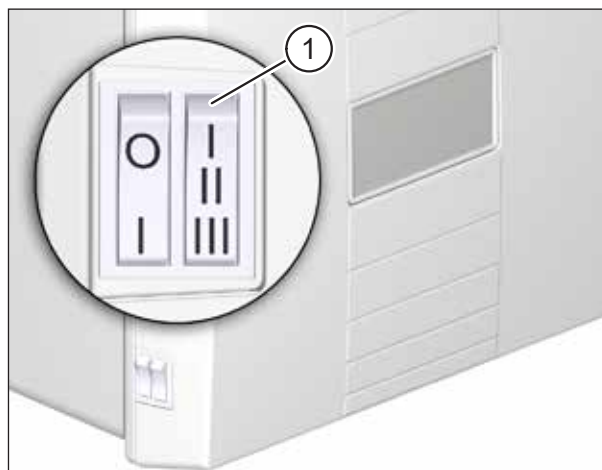

Abb. 18: Filterwechselanzeige zurücksetzen
- ▶ Wählen Sie innerhalb von drei Sekunden am Stufenschalter (Pos. 1 in Abb. 18) nacheinander die Lüftungsstufen **I-II-III-II-I**. Das Lüftungsgerät piept zur Bestätigung.
- ▶ Wählen Sie, während das Gerät piept, erneut innerhalb von drei Sekunden am Stufenschalter (Pos. 1 in Abb. 18) nacheinander die Lüftungsstufen **I-II-III-II-I**. Das Lüftungsgerät piept dreimal zur Bestätigung. Die Überwachung des Zeitraums ab dem letzten Luftfilterwechsel wird neu gestartet.